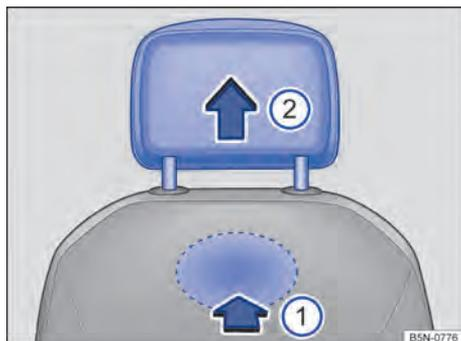

Fig. 92 Desmontaje de los apoyacabezas delanteros.
- Para desbloquearlo, busque el rebaje situado en la parte posterior del respaldo por la zona marcada y presione en el sentido de la flecha → fig. 92 .